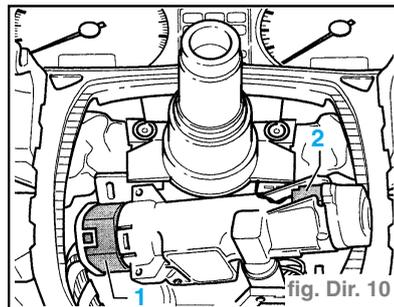

fig. Dir. 10
- Débrancher les fiches (1) et (2) (fig. Dir. 10).